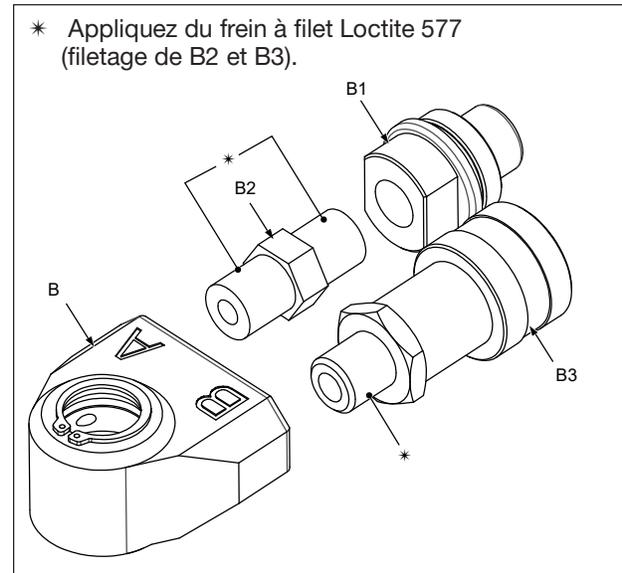

Figure 12 : vue éclatée du montage du raccord tournant
**AVIS** S'ils ont été déposés, reposez les raccords (B1 et B3) et l'adaptateur (B2) avant d'installer le raccord tournant (B) sur son potelet (F). Lors de la pose des raccords et de l'adaptateur, maintenez le raccord tournant dans un étau à mors doux.
1. Appliquez du produit d'étanchéité Loctite 577 sur les filetages du raccord femelle (B3) et de l'adaptateur (B2). Reportez-vous à la figure 12 pour les emplacements.